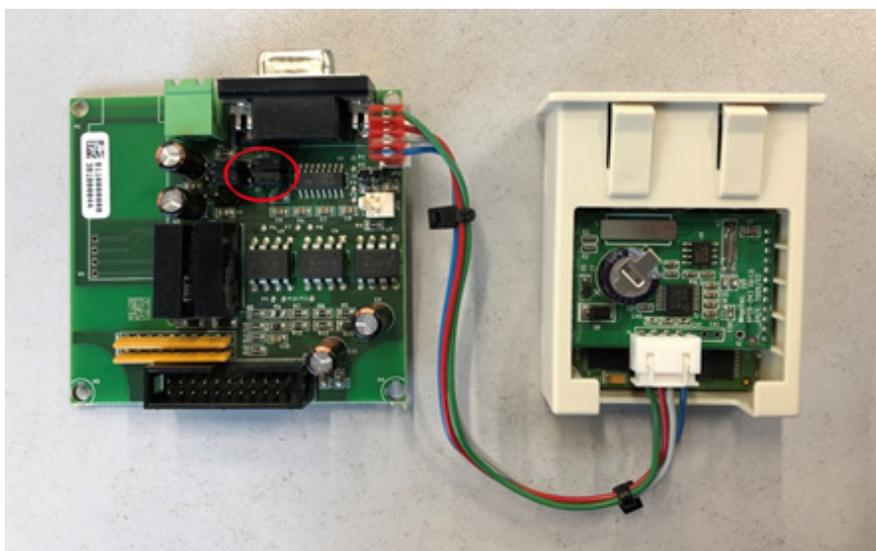

Рисунок 9 – Подключение платы SNMP
- 4) Произвести электрическое подключение платы SNMP к плате RS232 как показано на рис. 9 (JP1 и JP2 на плате с RS232). Перевести переключки JP4 и JP5 на плате RS232 в положение, указанное на рис. 9.